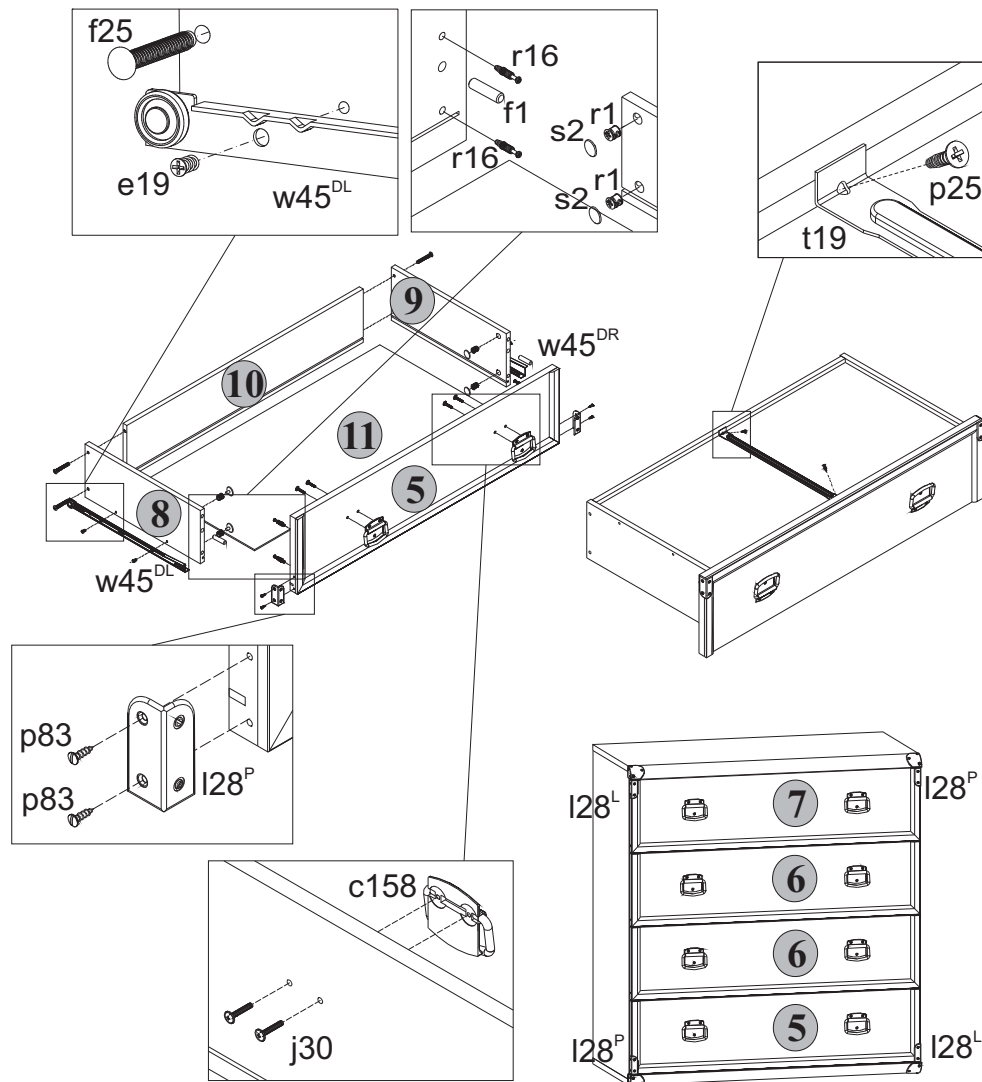

Рис. 3
5.12 В отверстия диаметром **8 мм** на передних кромках стенок боковых **8** и **9** корпусов выдвижных ящиков вбить деревянные шканты **f1** (**см.рис.3**).
5.13 В отверстия диаметром **15 мм** на внутренних поверхностях стенок боковых **8** и **9** корпусов выдвижных ящиков вставить стяжки эксцентриковые **r1** (**см.рис.3**).
5.14 В отверстия диаметром **5 мм** на внутренних поверхностях панелей передних **5, 6** и **7** ящиков выдвижных с помощью крестообразной отвертки вкрутить винты стяжки **r16** (**см.рис.3**).
5.16 Соединить панель переднюю **5** с корпусом ящика выдвижного и затянуть стяжки эксцентриковые **r1**, пользуясь специальным ключом **z1**. Закрыть стяжки эксцентриковые заглушками **s2** (**см.рис.3**).
5.18 Соединить панели передние **6** с корпусами ящиков выдвижных и затянуть стяжки эксцентриковые **r1**, пользуясь специальным ключом **z1**. Закрыть стяжки эксцентриковые заглушками **s2** (**см.рис.3**).
5.19 Соединить панель переднюю **7** с корпусом ящика выдвижного и затянуть стяжки эксцентриковые **r1**, пользуясь специальным ключом **z1**. Закрыть стяжки эксцентриковые заглушками **s2** (**см.рис.3**).